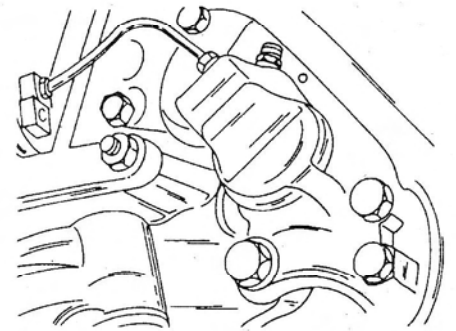

Рис. 220. Тормозной суппорт крепится на переднем мосту двумя болтами.
- Отвернуть проходной болт и другие болты (рисунок 220) и снять весь тормозной суппорт. Болты нельзя менять местами, так как они име-